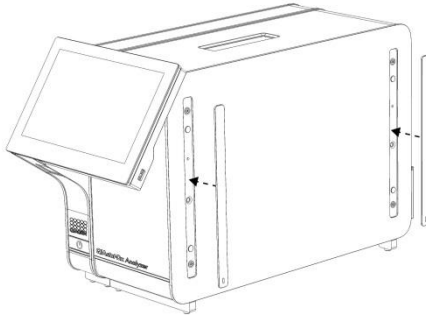

Abbildung 4: Wiederanbringen der Schutzabdeckungen
4. Bringen Sie die Schutzabdeckungen wieder an der Seite des Analysemoduls an (Abbildung 4).